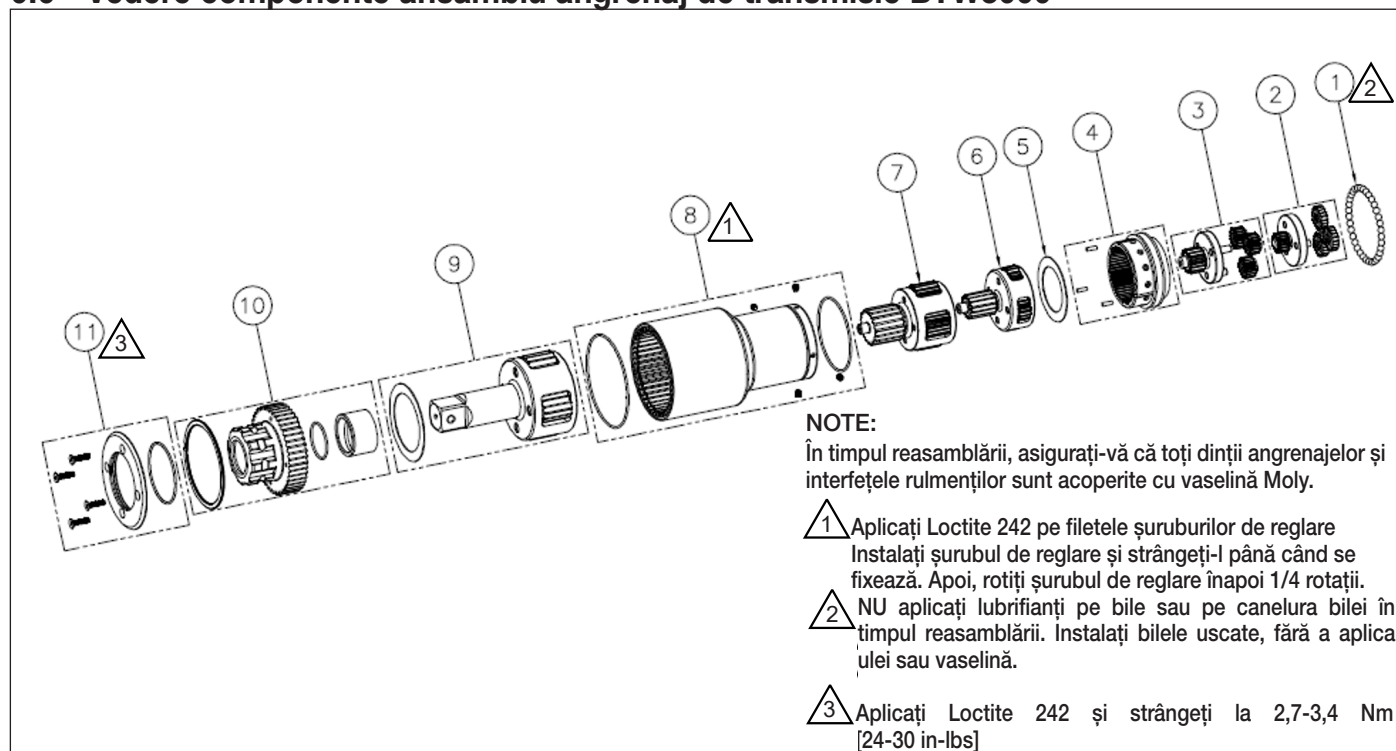

Figura 12: Ansamblu angrenaj de transmisie TW3000SR
9.7.1 Tabel cu piese (Figura 12)
9.8.1 Tabel cu piese (Figura 12)